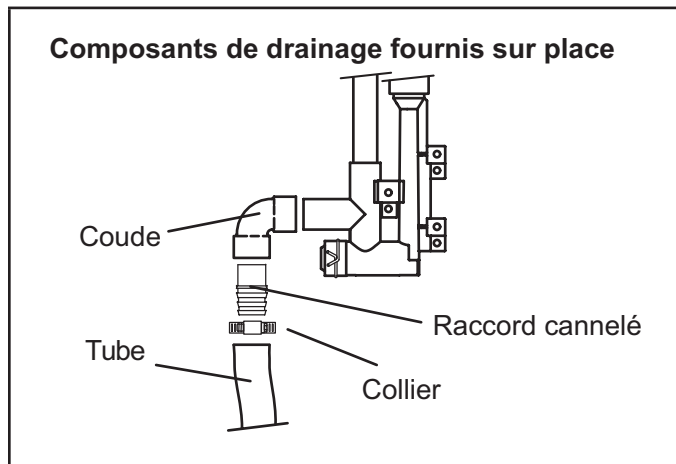

Figure 46
**REMARQUE** - Des tuyaux et des raccords cannelés de taille appropriée peuvent être utilisés pour la purge du condensat. Fixer le drain au purgeur avec un collier. Voir Figure 46.